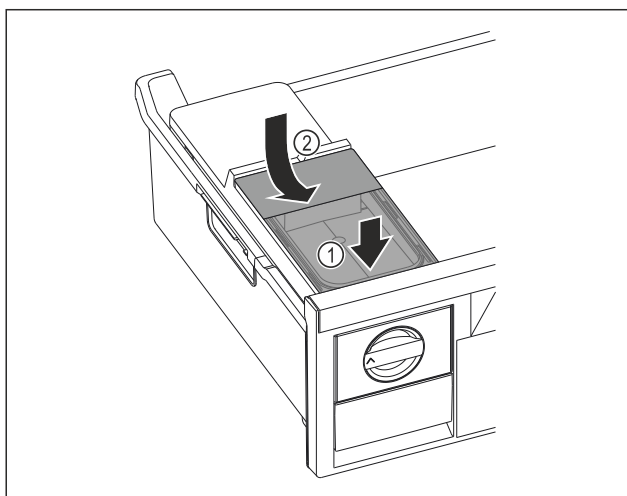

Fig. 130
- Nasad'te vpředu nádržku na vodu. Fig. 130 (1)
- Spusťte nádržku na vodu vzadu dolů. Fig. 130 (2)